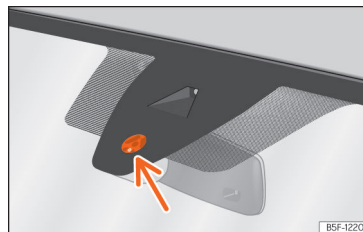

Fig. 85 Suprafața senzorului de ploaie.
Posibilele cauze ale anomaliilor și interpretărilor eronate în suprafața de detectare » fig. 85 a senzorului de ploaie sunt, printre altele:
• **Murdăria:** praful, ceara, stratul de acoperire de pe geam (efectul lotus) sau urmele de detergent (de la spălătorile auto) pot reduce eficiența senzorului de ploaie sau acesta poate reacționa lent, cu întârziere sau deloc. Curățați periodic suprafața sensibilă a senzorului de ploaie » fig. 85 (săgeată) și verificați starea lamelor ștergătoarelor.